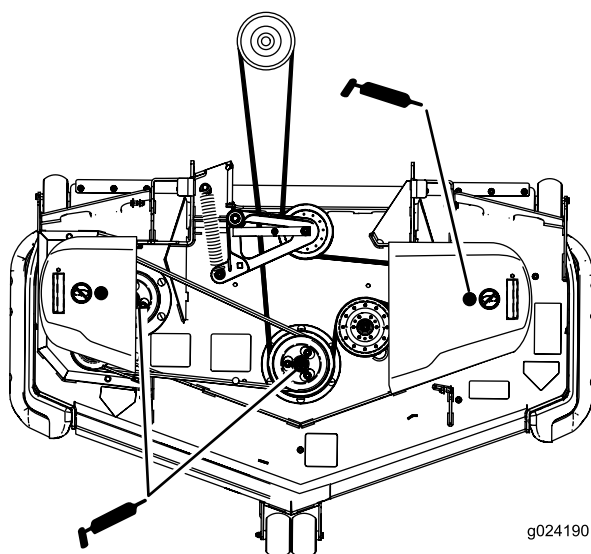

Figure 37
3. Graissez les roulements des trois axes jusqu'à ce que la graisse ressorte par les joints inférieurs (Figure 37).
5. Graissez le bras de la poulie de tension de la courroie d'entraînement (Figure 37).